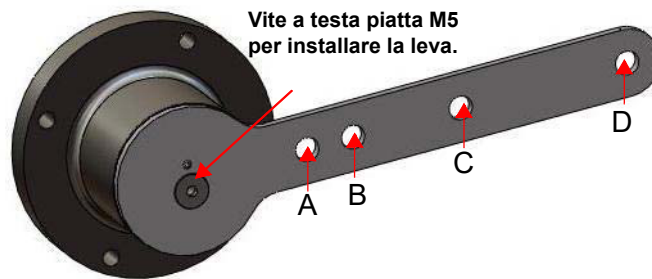

Figura 18 - Portamagnete e leva standard per valvole a movimento alternato
2. Verificare che la leva sia ancorata al gruppo dei magneti e fissata con una vite piatta M5 per garantire che l'asse dei magneti sia verticale quando la leva è in posizione di valvola chiusa. Serrare bene la vite della leva (Figura 18).